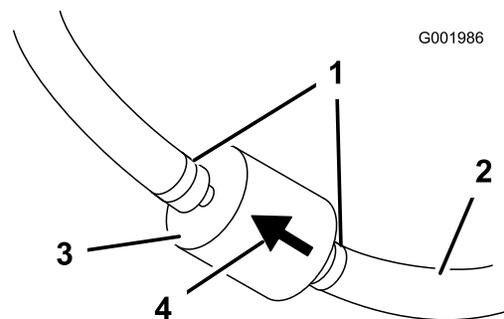

Figura 31
5. Premete le estremità delle fascette stringitubo ed allontanatele dal filtro (Figura 31).